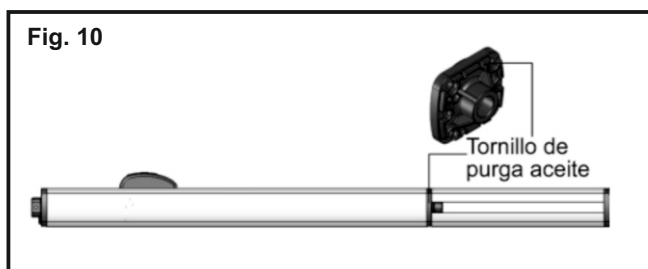

Fig. 10
D) Desbloquee el accionador (fig.10).
F) Bloquee de nuevo el operador (fig. 10)
- **QUITE EL TORNILLO DE PURGA (FIG. 10)**